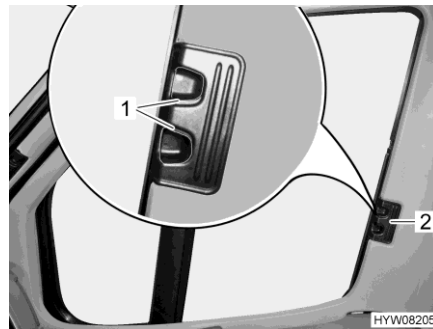

Fig. 82 Dispositif occultant plissé
- Presser les poignées de déverrouillage (Fig. 82,1) et les maintenir pressées.
- Tirer les dispositifs occultants plissés pour les fenêtres côté conducteur et côté passager par la poignée (Fig. 82,2) vers l'autre côté de la fenêtre et les rassembler au niveau de la piste magnétique.
- Pousser les dispositifs occultants plissés pour les fenêtres côté conducteur et côté passager jusqu'à la butée au niveau de la poignée (Fig. 82,2).
- Lâcher les poignées de déverrouillage (Fig. 82,1) et les faire s'enclencher.